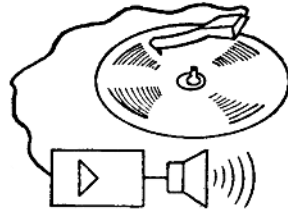

图 1-8
a. 拾音头在留声机唱片上运动,唱片上的声音信息即转换成电信息。然后,电信息被放大,再送到扬声器,从而转换成声音(模拟的,连续变化的信息)。见图 1-8。